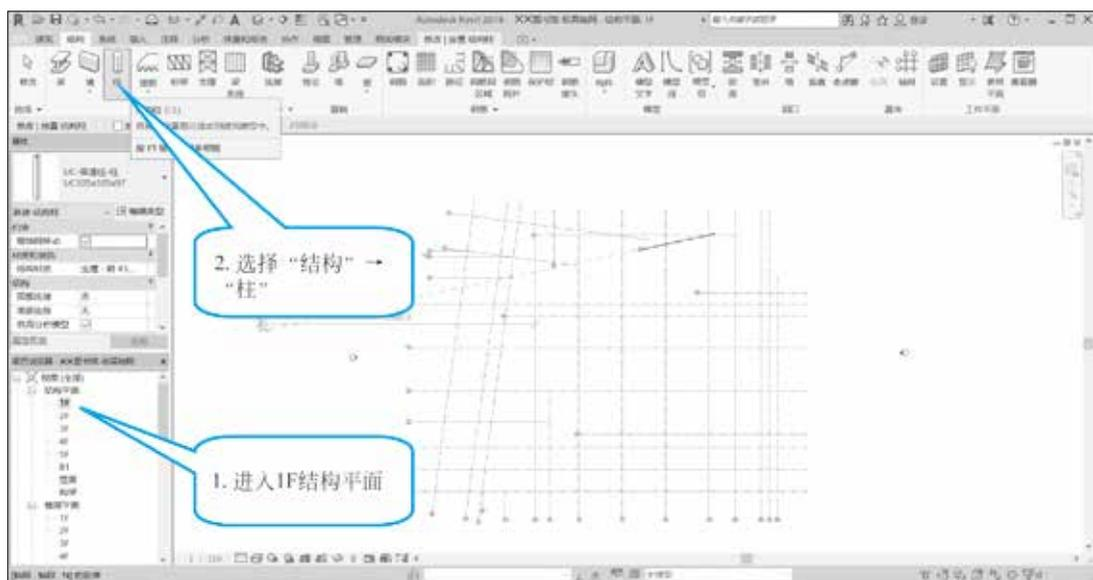

图 3.1.2 创建结构柱
(2) 双击“项目浏览器”中的“结构平面”，双击“1F”，打开一层平面视图，单击“结构”选项卡→“结构”面板→“柱”工具，如图 3.1.2 所示。